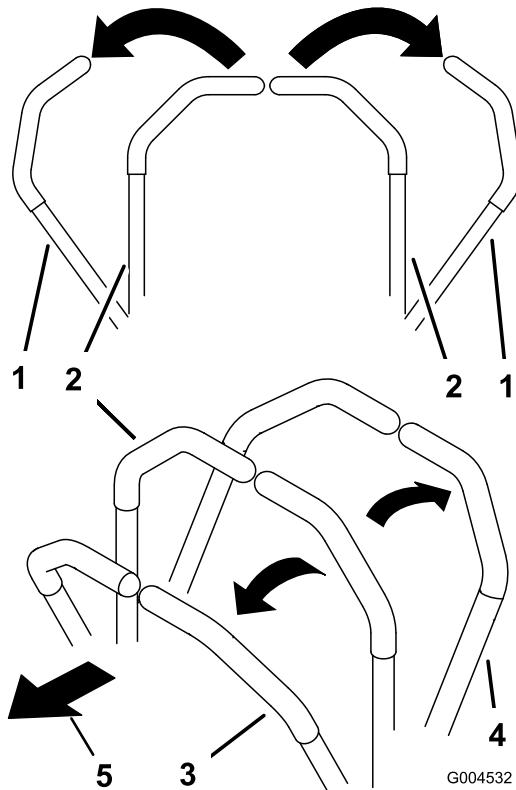

図 20
- 走行コントロールレバー(図 20)をニュートラル固定位置にセットする。
- ・ 前への直進走行：両方のレバーをゆっくりと前に押す（図 20）。
- ・ 後への直進走行：両方のレバーをゆっくりと後に引く（図 20）。
- ・ 旋回；両方のレバーを手前に引いて走行速度を落とし、曲がりたい方向と反対側のレバーを押す（図 20）。